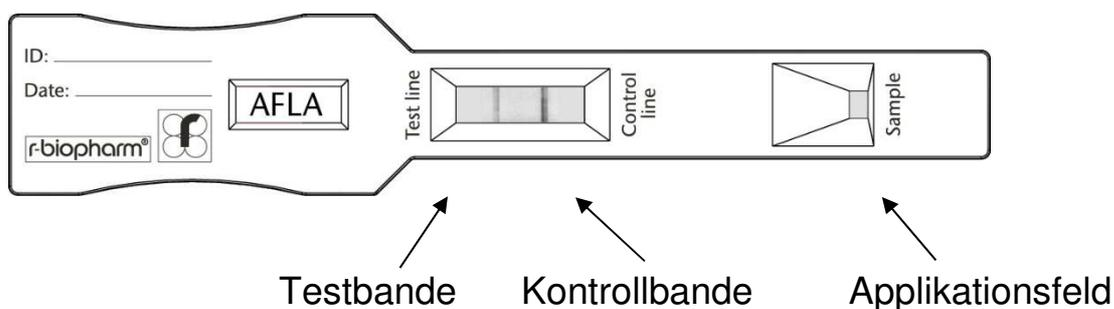

Abb. 1: Teststreifen RIDA®QUICK Aflatoxin RQS
- 100 µl der Probenlösung (Verdünnung I oder Verdünnung II, siehe 8. Probenvorbereitung) auf das Applikationsfeld des Teststreifens auftragen (vgl. Abb. 1)
Die linke Bande im Reaktionsfeld ist die Testbande (Testlinie, siehe Abb. 1). Ihr Erscheinen und ihre Intensität ist abhängig von der Aflatoxin-Konzentration der Probe. Die Probe enthält Aflatoxin, wenn sowohl die Kontrollbande (Kontrolllinie) vorhanden, als auch die Testbande (Testlinie) sichtbar ist.